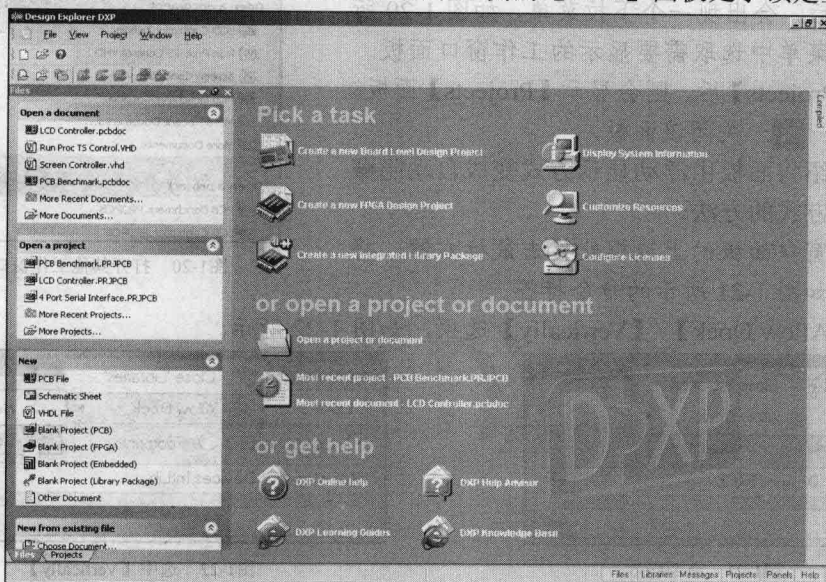

图 1-18 锁定显示方式
(2) 锁定显示方式。如图 1-18 所示,图中左侧的【Files】面板处于锁定显示方式。